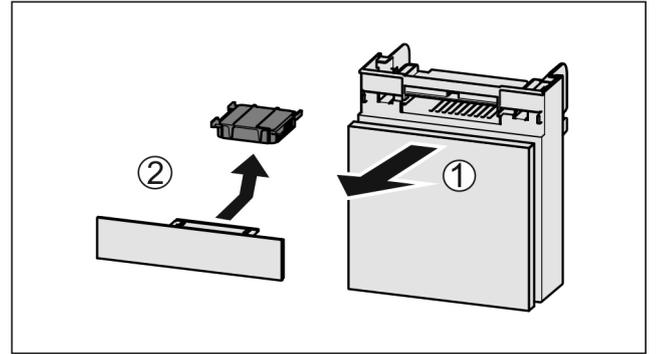

Fig. 149
- ▶ 向前拉出 Fig. 149 (1) 抽屉。
- ▶ 取出 Fig. 149 (2) 活性炭过滤器。